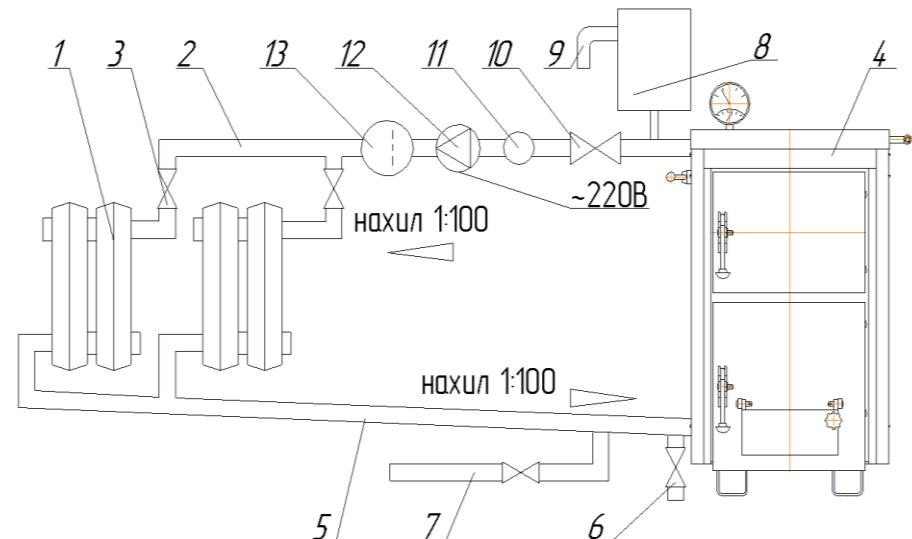

Рис. 3. Принципова схема підключення апарату до відкритої системи опалення (рекомендована)
2.2.2.2.6 Принципова схема підключення апарату до відкритої системи опалення наведена на рис. 3. Підбір опалювальних приладів (радіаторів) і діаметр трубопроводів в системі опалення в кожному окремому випадку виконується за розрахунками, виконаними спеціалізованою організацією, за умов досягнення циркуляції води яка б забезпечила температуру води в подаючому трубопроводі 50°C і 40°C в зворотному трубопроводі при температурі повітря 0°C .